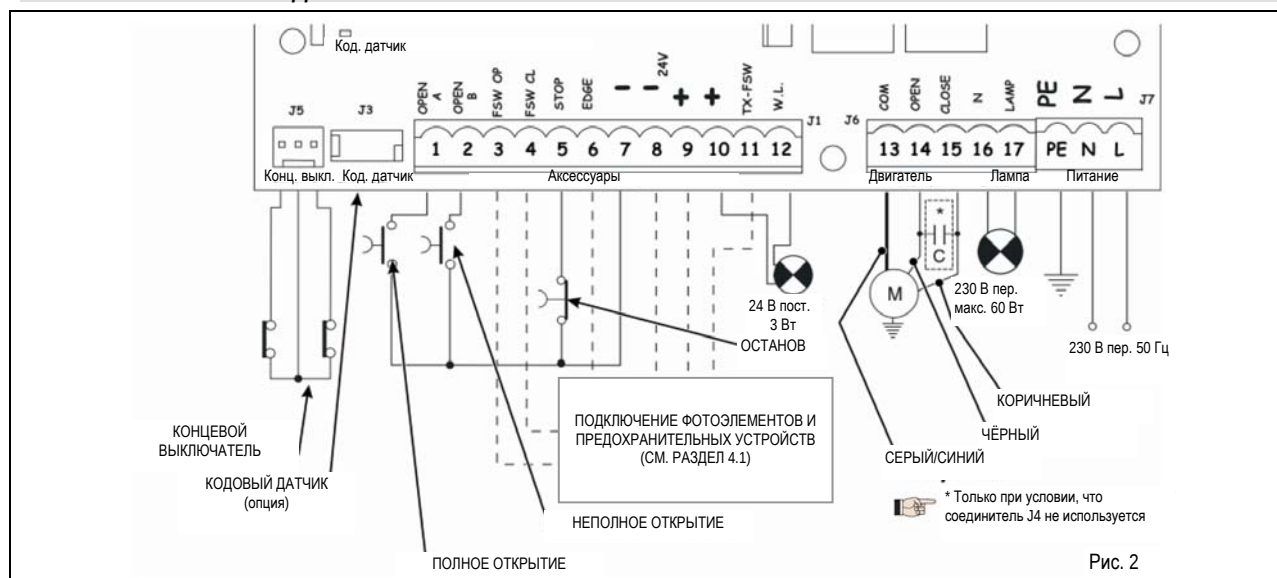

Рис. 2
Подсоединить провод заземления к соответствующему контакту соединителя J7 (см. рис. 2).
4.2 Клеммная колодка J7 - Питание (рис. 2)
4.3. Клеммная колодка J6 - Двигатели и сигнальная лампа (рис. 2)
4.4. Клеммная колодка J1 - Аксессуары (рис. 2)
4.6. Соединитель J6 - Быстроразъёмный соединитель для концевых выключателей (рис. 2)
Этот вход служит для быстрого подсоединения концевых выключателей открытия и закрытия, предназначенных для остановки ворот или переключения привода в режим замедления или торможения (см. раздел 5.2 "Расширенные функции программирования"). В мотор-редукторах со встроенным блоком управления это соединение выполняется на заводе-изготовителе (рис. 2). Чтобы изменить направление открытия створки, см. раздел 5.2 "Расширенные функции программирования".
4.7. Соединитель J3 - Быстроразъёмный соединитель для кодового датчика (рис. 2)